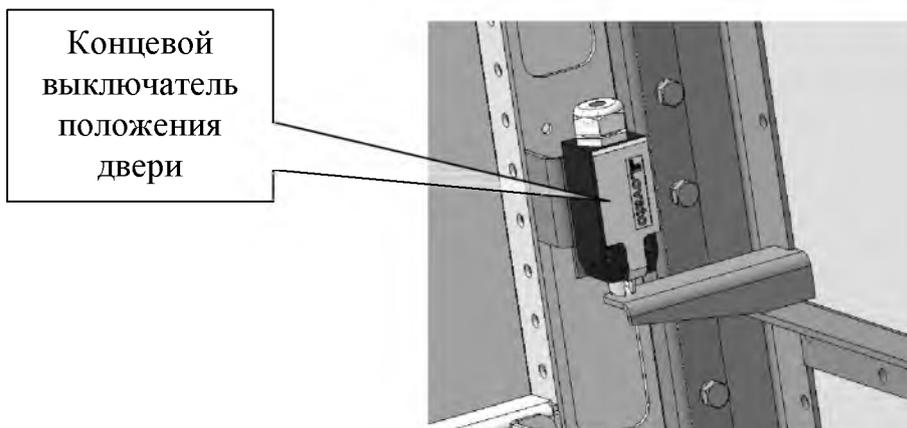

Рисунок 41 - Блокировка положения двери отсека ВЭ
- Невозможно перемещение каретки выдвижного элемента из контрольного положения в рабочее при открытой двери отсека выдвижного элемента. При открытой двери контакты концевого выключателя положения двери размыкают цепь электрического привода (Рисунок 41). При попытке ручного перемещения каретки ВЭ рукоятку невозможно вставить из-за того, что втулка на валу привода будет заблокирована рычагом, поднимающимся только при подъеме двери.